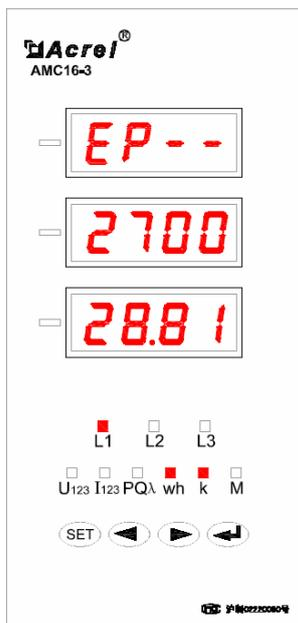

图 13
- 4) 图 13 显示的电参量为第 1 路三相负载的有功电能值 270028.81kWh。